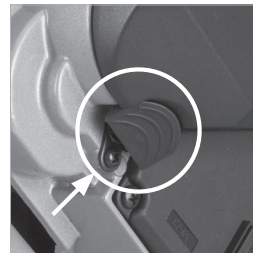

Abb. 40
- Drücken Sie die schwarze Wellensperre, um die Welle zu verriegeln. **(Abb. 40)**